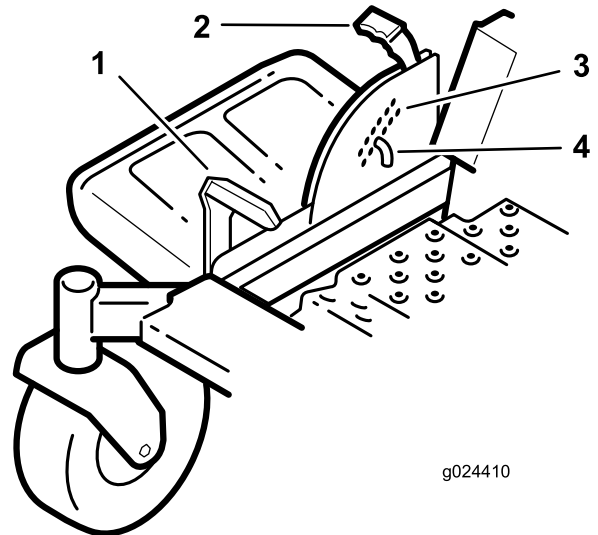

Figure 23
- Appuyez sur la pédale de relevage du tablier avec le pied et tirez la poignée de verrouillage de transport en arrière pour désengager le verrou de transport (Figure 23).
1. Appuyez sur la pédale de relevage du tablier avec le pied et relevez le tablier en position de verrouillage de transport (qui est aussi la position de hauteur de coupe de 114 mm [4½"]), comme montré à la Figure 23.
2. Pour changer la hauteur de coupe, retirez l'axe du support de hauteur de coupe (Figure 23).
3. Insérez la goupille dans le trou du système de hauteur de coupe correspondant à la hauteur de coupe voulue (Figure 23).